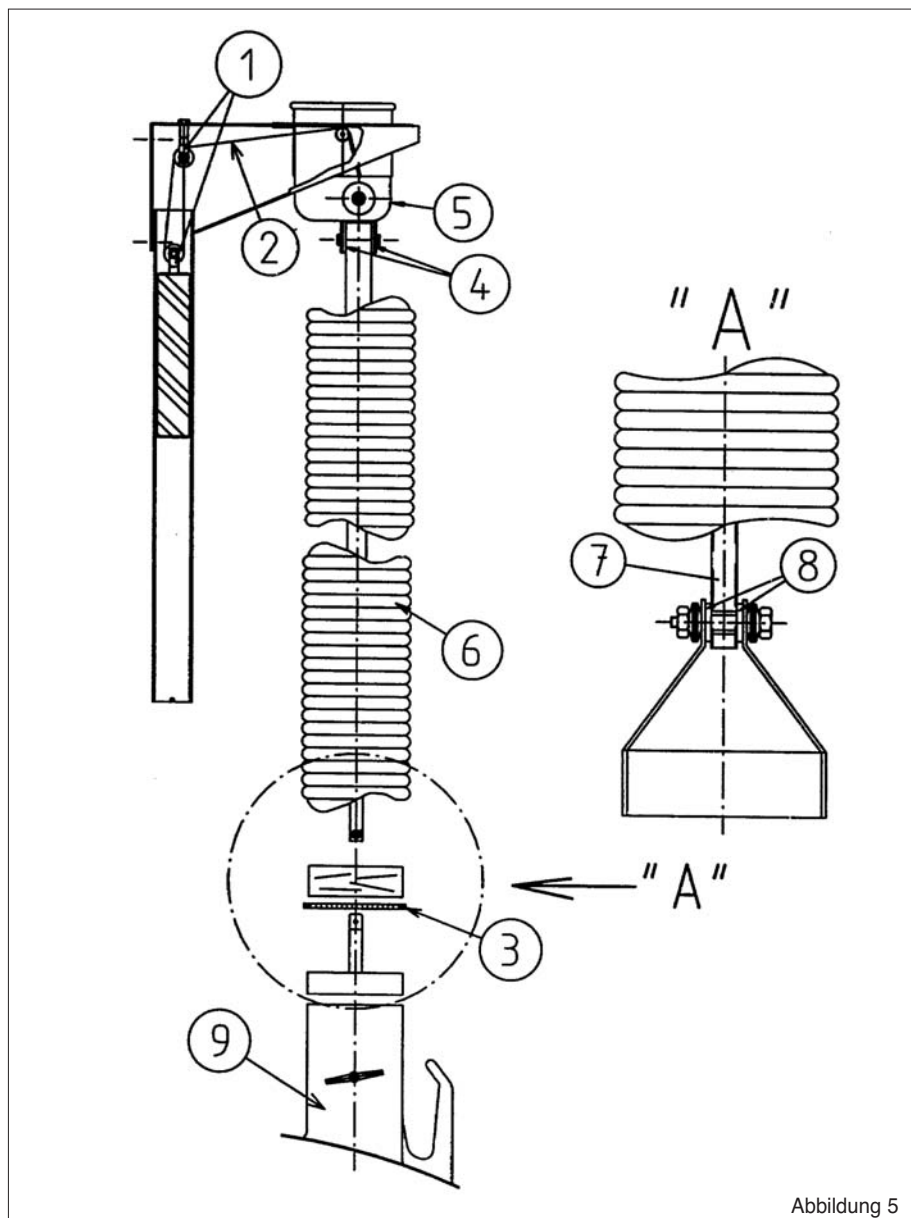

Abbildung 5
- Hängen Sie das Gegengewicht in das beiliegende Laufrohr und schrauben Sie das Laufrohr mit der Lasche zusammen mit den unteren beiden Bohrungen der Wandkonsole an die Wand (siehe Abbildung 5 auf Seite 8).